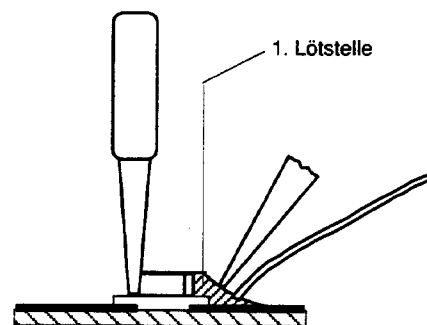

Fig. 4
4. Schritt: CHIP an der Lötstelle ansetzen, zentrieren und anlöten (Fig. 4).